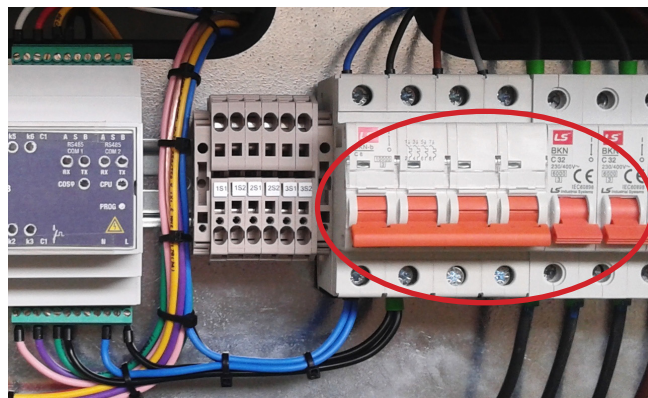

Figura 14: Magnetotérmico tetrapolar del circuito de alimentación auxiliar.
- 4.- Cerrar (poner en posición I, con la palanca en posición subida) el magnetotérmico tetrapolar que proporciona la alimentación auxiliar al equipo, junto con la alimentación tanto del **Computer HYB** como del CVM-MINI-RS485 (indicado como protección de alimentación auxiliar) en la **Figura 14**).